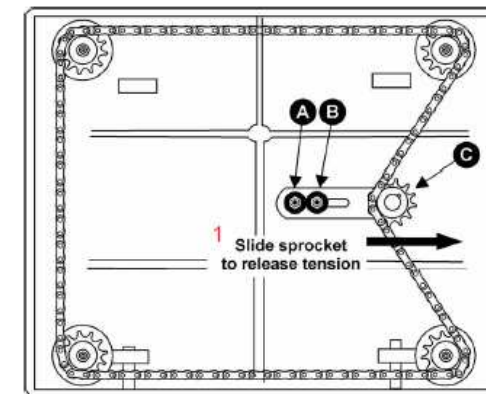

Рис. 22: 1 – переместить звездочку для ослабления натяжения
2. Наклонить станок вбок для получения доступа к нижней части станины, как показано на **Рис. 22**.
3. Вывернуть болт (**Рис. 22, А**) и ослабить болт (**Рис. 22, С**), что обеспечит перемещение узла натяжной звездочки (**Рис. 22, С**) на достаточное расстояние для ослабления натяжения цепи.
4. После регулировки поставить цепь на звездочку, переместить звездочку (**Рис. 22, С**) назад для натяжения цепи, затянуть болт (**Рис. 22, В**) и ввернуть и затянуть болт (**Рис. 22, А**).